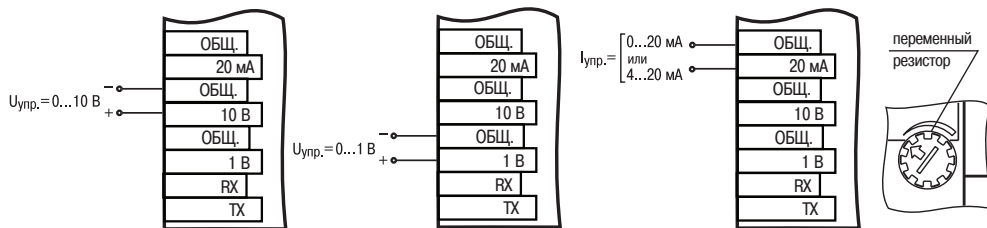

Рисунок 3.10
3.4 Для управления блоком может быть применен унифицированный токовый сигнал 0(4)...20 мА, унифицированное напряжение 0...10 В, унифицированное напряжение 0...1 В или ручная регулировка при помощи регулятора на передней панели (рисунок 3.10). Выбор вида